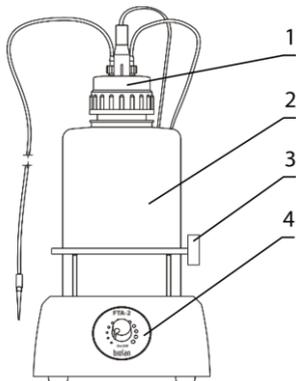
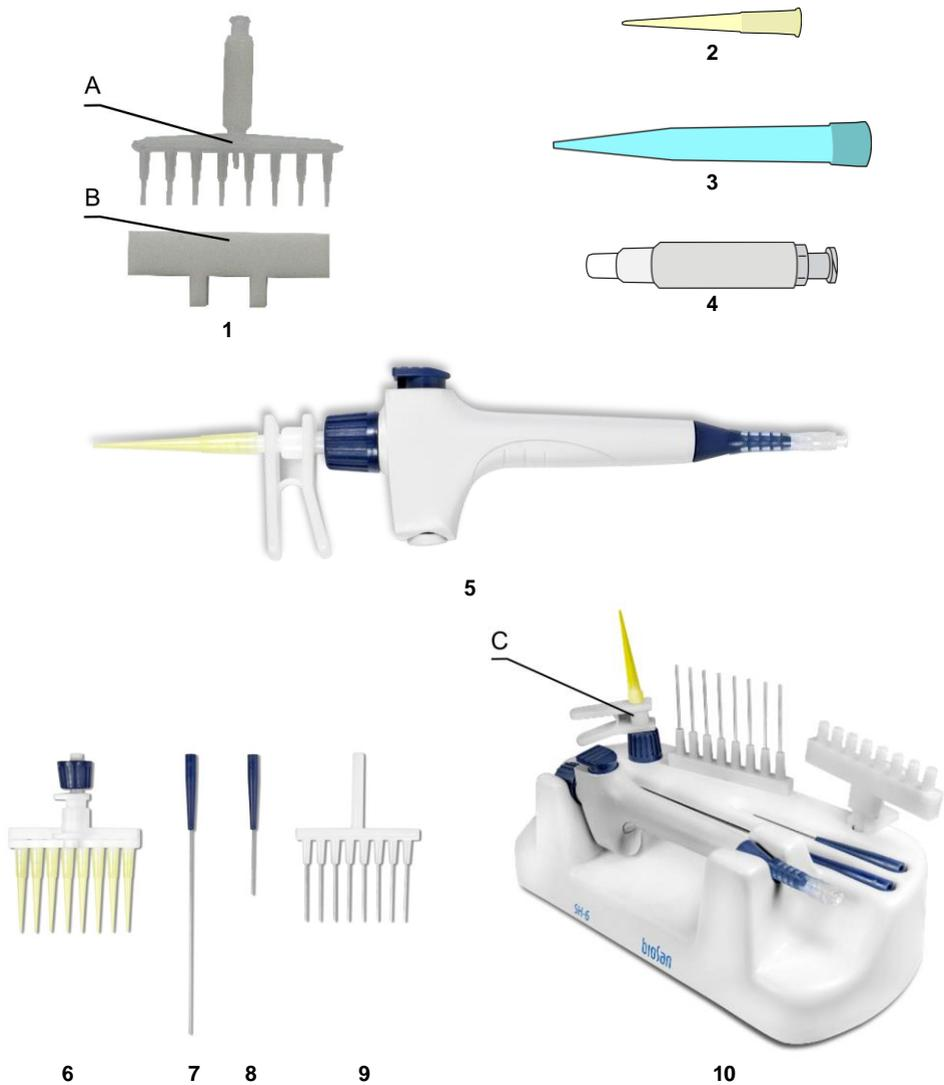

Рисунок 3. FTA-2i, вид спереди.
Рисунок 8. Дополнительные принадлежности и запасные части
- Установите сосуд-ловушку (рис. 3/2) на прибор.
- Прикрутите крышку с иглами сенсора и разъёмами для трубок (рис. 3/1) к сосуду-ловушке.
- Поместите микропробирки для наконечника в держатель (рис. 3/3).
4.4.1 Установка опционального наконечника МА-8. Извлеките аспирационный наконечник и микропробирки из держателя (рис. 3/3) и поместите внутрь держатель для МА-8. Отсоедините одноразовый наконечник (рис. 5/1) от адаптера МА-U и подсоедините наконечник МА-8 (рис. 8/1А). Храните аспирационный наконечник в новом держателе.
4.4.2 Установка опционального ручного контроллера вакуума HAS-1. Отсоедините адаптер МА-U от аспирационной трубки (рис. 5/3) и подсоедините наконечник HAS-1 (рис. 8/5), прикрутив его к фитингу.
- 5.3 (Для модели **FTA-2i**) С помощью рукоятки на передней панели прибора (рис. 3/4) отрегулируйте интенсивность аспирации. Поворот по часовой стрелке увеличивает интенсивность, против часовой – уменьшает. Интенсивность показывается световой индикацией вокруг рукоятки.
MA-8 , 8-канальный адаптер (рис. 8/1A) с держателем (рис. 8/1B)	BS-040108-BK
HAS-1 , набор ручного контроллера (только для FTA-2i). В наборе: Ручной контроллер вакуума (рис. 8/5), 8-канальн. адаптер для 200 мкл наконечн., с выталкивателем (рис. 8/6), 1-канальн. адаптер с 125 мм наконечн. из нержавеющей стали (рис. 8/7), 1-канальн. адаптер с 40 мм наконечн. из нержавеющей стали (рис. 8/8), 8-канальн. адаптер с 35 мм наконечн. из нержавеющей стали (рис. 8/9), 1-канальн. адаптер для 200 мкл наконечн., с выталкивателем (рис. 8/10C), штатив SH-6 для контроллера и адаптеров (рис. 8/10)	BS-040118-PK
Наконечник, 200 мкл, 1000 шт. (рис. 8/2)	BS-000001-S04
Наконечник, 8-канальный для MA-8 (рис. 8/1A)	BS-040108-S24
MA-U , универсальный адаптер для одноразовых наконечников на 200/1000 мкл (рис. 8/4)	BS-040118-AK
Наконечник, 1000 мкл, 1000 шт. (рис. 8/3)	BS-000001-S05